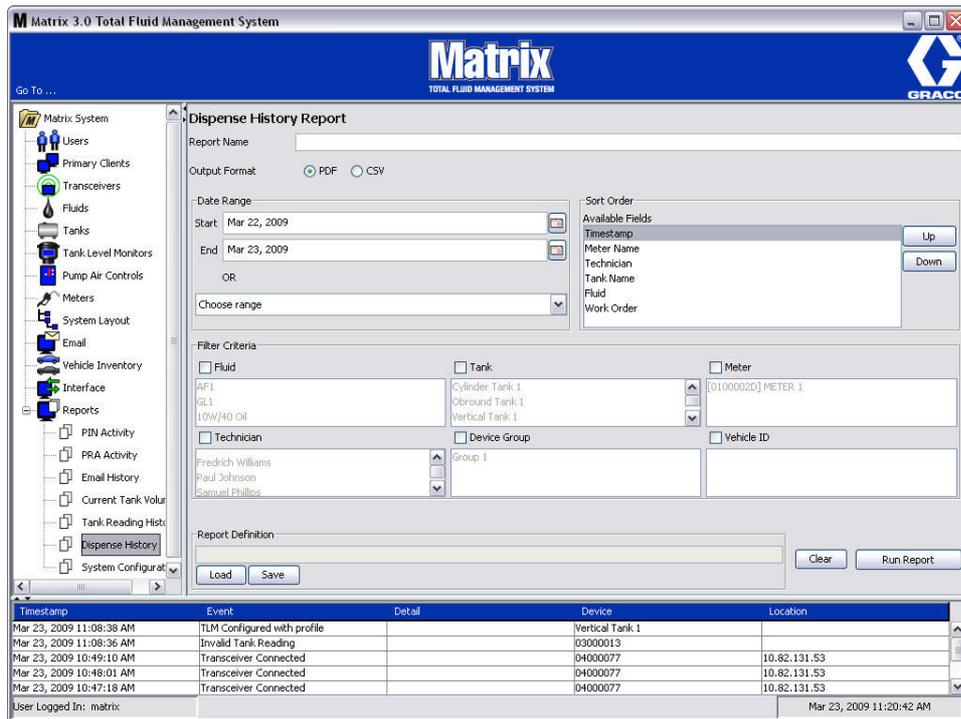

ABB. 175
• **Abgabeverlauf (ABB. 175)**